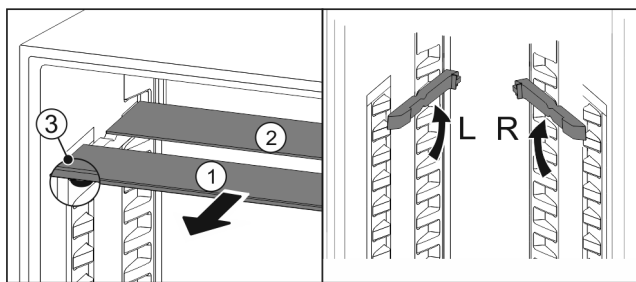

Fig. 142
- ▶ Skleněné desky jednotlivě vytáhněte dopředu Fig. 142 (1).
- ▶ Skleněná deska Fig. 142 (1) s ozdobnou lištou leží vpředu.
- ▶ Zarážky Fig. 142 (3) směřují dolů.